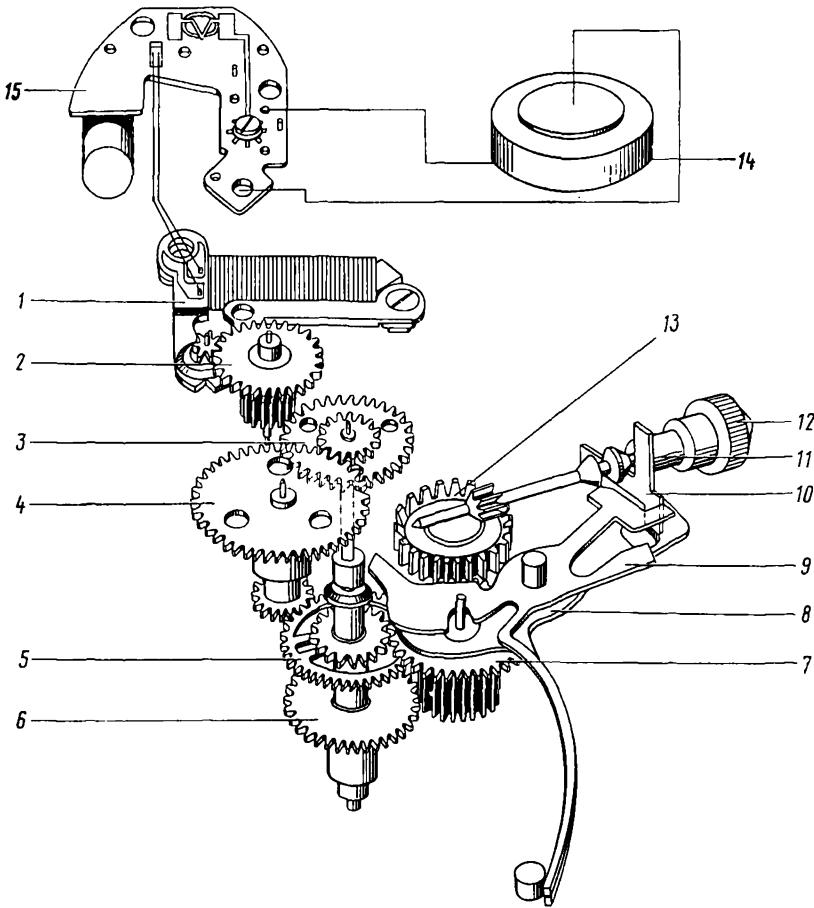
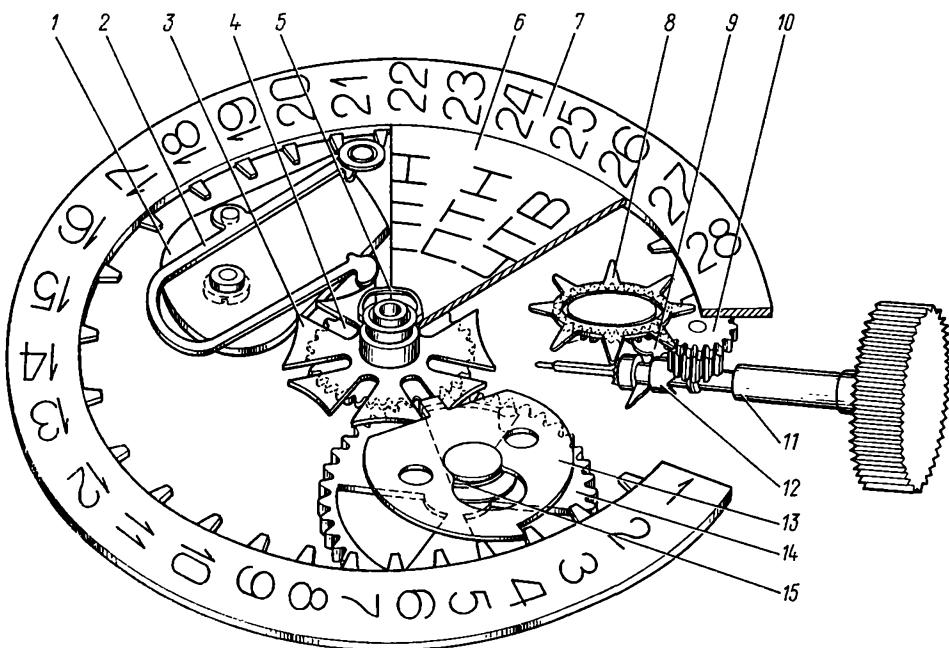
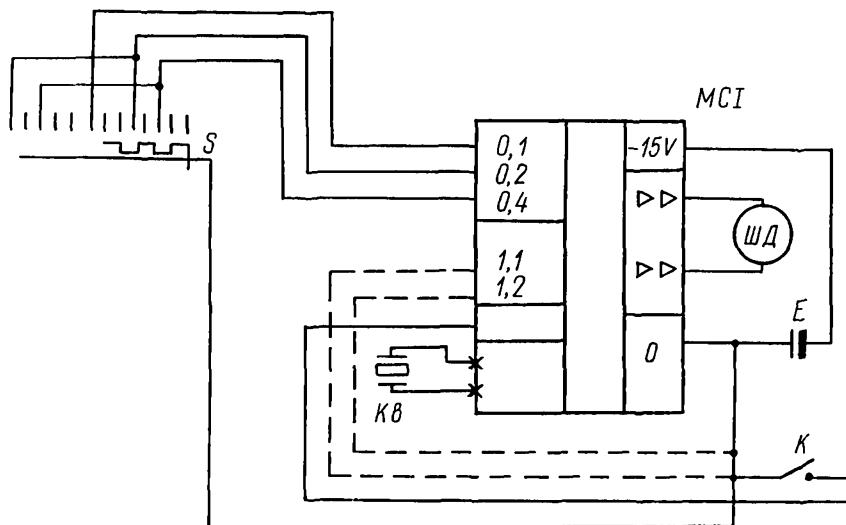

Рис. 2. Кинематическая схема механизма часов 1356:
Рис. 6. Кинематическая схема календарного устройства механизма часов 2350, 2360:
Рис. 9. Схема электрическая принципиальная часов с механизмом 1356,
Кинематические схемы кварцевых наручных часов 1356, 1656, 1656А, 1656Н представлены на рис. 2–5, а принципиальные электрические схемы – на рис. 9, 10. Кинематические схемы календарных устройств КНЧ 2350, 2360, 2450, 2460 представлены на рис. 6–8.
Вращение от колеса часового 4 (рис. 6) передается на колесо суточное 14, сообщающее вращение переключателю 13. Переключатель 13 своей плоскостью прилегает к плоскости колеса суточного 14, при этом штифт, за-прессованный в переключателе, входит в сектор между спицами колеса суточного. Таким образом колесо суточное 14 передает вращательное движение через штифт переключателю 13.
Конструктивно БКГ представляет собой бескорпусную интегральную микросхему (МСИ), кварцевый резонатор (Кв), многопозиционный переключатель (S) и штифт обнуления, размещенные на диэлектрической подложке (рис. 9).
Календарное устройство КНЧ 2350 состоит из платины календаря (рис. 6), креста малтийского, переключателя, фиксатора чисел месяца, пластины фиксатора чисел месяца, колеса супочного, указателя чисел месяца, указателя дней недели, шайбы указателя дней недели.